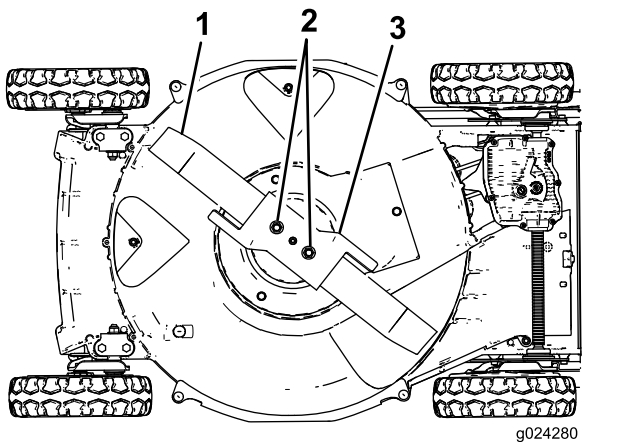

Figura 28
5. Inclinate la macchina sul fianco **destra** (il filtro dell'aria in alto) come mostrato in Figura 28.